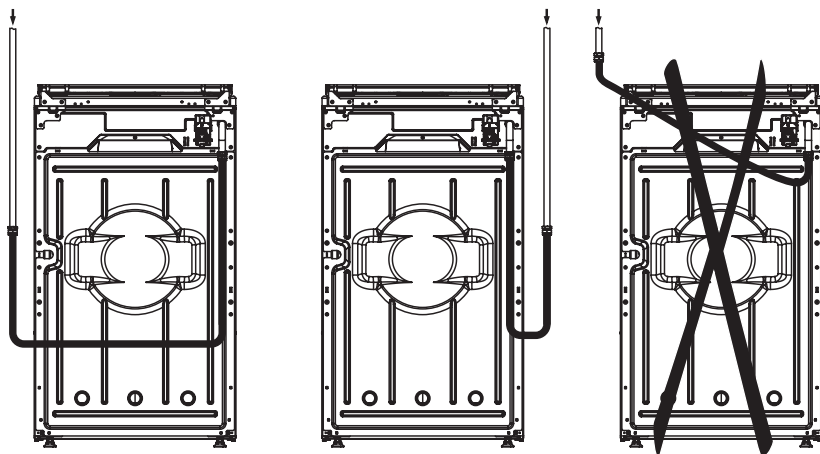

рис. 4
- гибкий присоединительный рукав не должен проходить в зоне горячего воздуха дымохода и касаться задней стенки плиты (рис. 4);